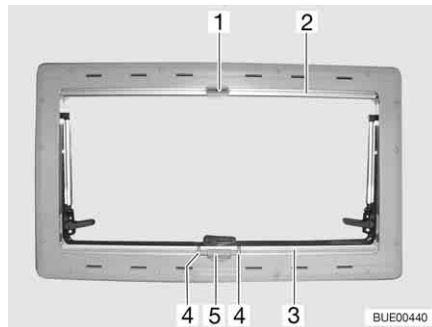

Fig. 59 Ventana abatible
- Apretar el tirador (Fig. 59,4) y tirar de la persiana oscurecedora (Fig. 59,3) de abajo hacia arriba hasta la altura deseada.
- Comprimir el asidero (Fig. 59,4). Se suelta el bloqueo.
- Llevar la persiana oscurecedora enrollable (Fig. 59,3) lentamente a su posición inicial.
- Tirar la mosquitera enrollable (Fig. 59,2) hacia abajo, hasta que choque con la persiana oscurecedora enrollable (Fig. 59,3) y el pestillo de cierre (Fig. 59,1) engatille en el bloqueo (Fig. 59,5).
- Aflojar el pestillo de cierre (Fig. 59,1).